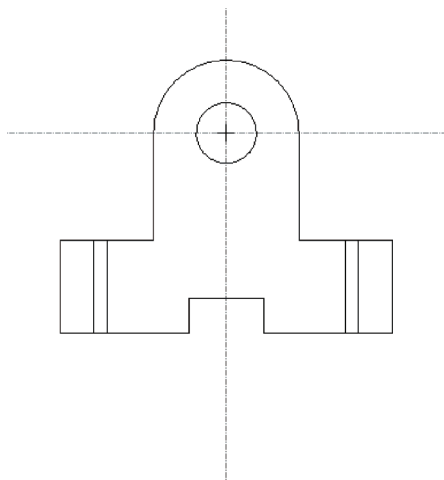

图 4-5 打开模型文件
STEP 01 单击快速访问工具栏中的“打开”按钮, 打开模型文件, 如图 4-5 所示。